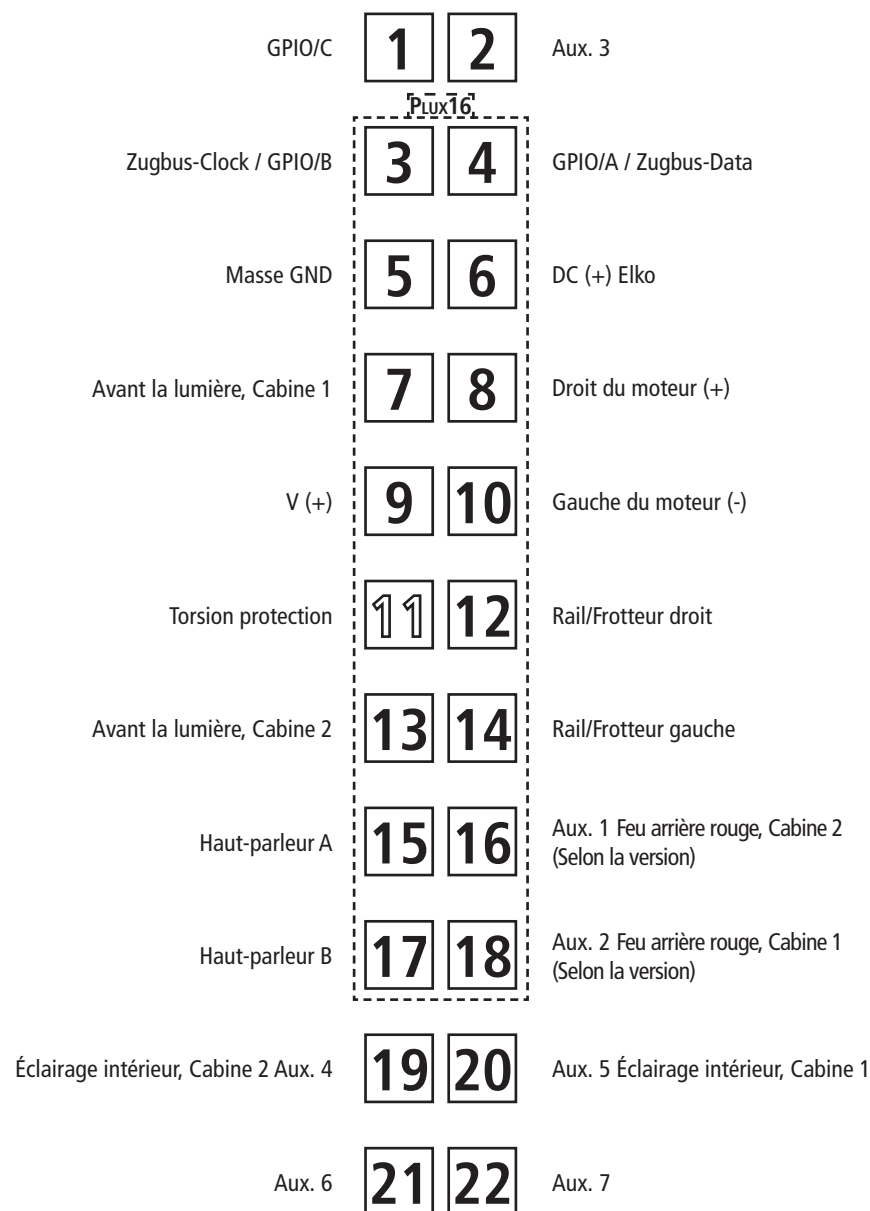

Fig. 5
2. Haftreifenwechsel: Zuerst die Drehgestellblende sowie die Triebstangen abnehmen (Fig. 6). Danach den **Radsatz** herausnehmen und die **Haftreifen** mit einer Nadel od. mit einem feinen Schraubendreher abziehen (Fig. 5). Beim Aufziehen der neuen Haftreifen darauf achten, dass diese sich nicht verdrehen.
2. Change of traction tyre: Remove the bogie blind as well as the driving rod (fig. 6). Take out **wheel set** and remove **traction tyre** using a pin or a fine screwdriver (fig. 5). When pressing on the new traction tyre please **avoid twisting it**.
2. Échange des bandages d'adhérence: Démontez d'abord **les flancs de bogies** des engrenages ainsi que la tige de conduite (fig. 6). Délogez ensuite les essieux bandagés et enlevez, à l'aide d'une aiguille ou d'un tourne-vis fin, les bandages d'adhérence (fig. 5). Lors du montage des nouveaux bandages veuillez veiller à ce que les bandages **ne soient pas tordus**.